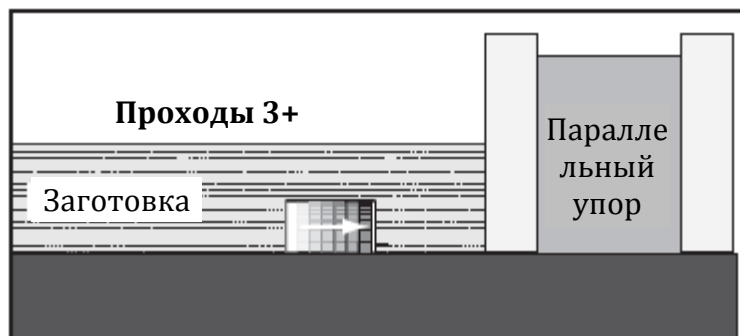

Рис. 50. Дополнительныерезы однодисковой пилой
8. Выполнить дополнительные проходы (см. рис. 50) по центру паза для снятия требуемого материала. Паз завершён, когда он полностью очищен.